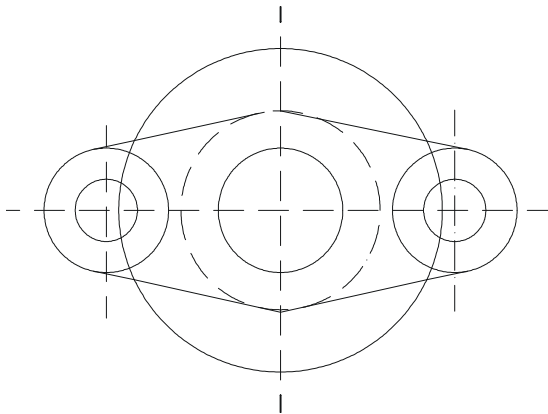

图 3-6-8
STEP 02 使用 CIRCLE 命令绘制圆，如图 3-6-8 所示。其具体操作如下：